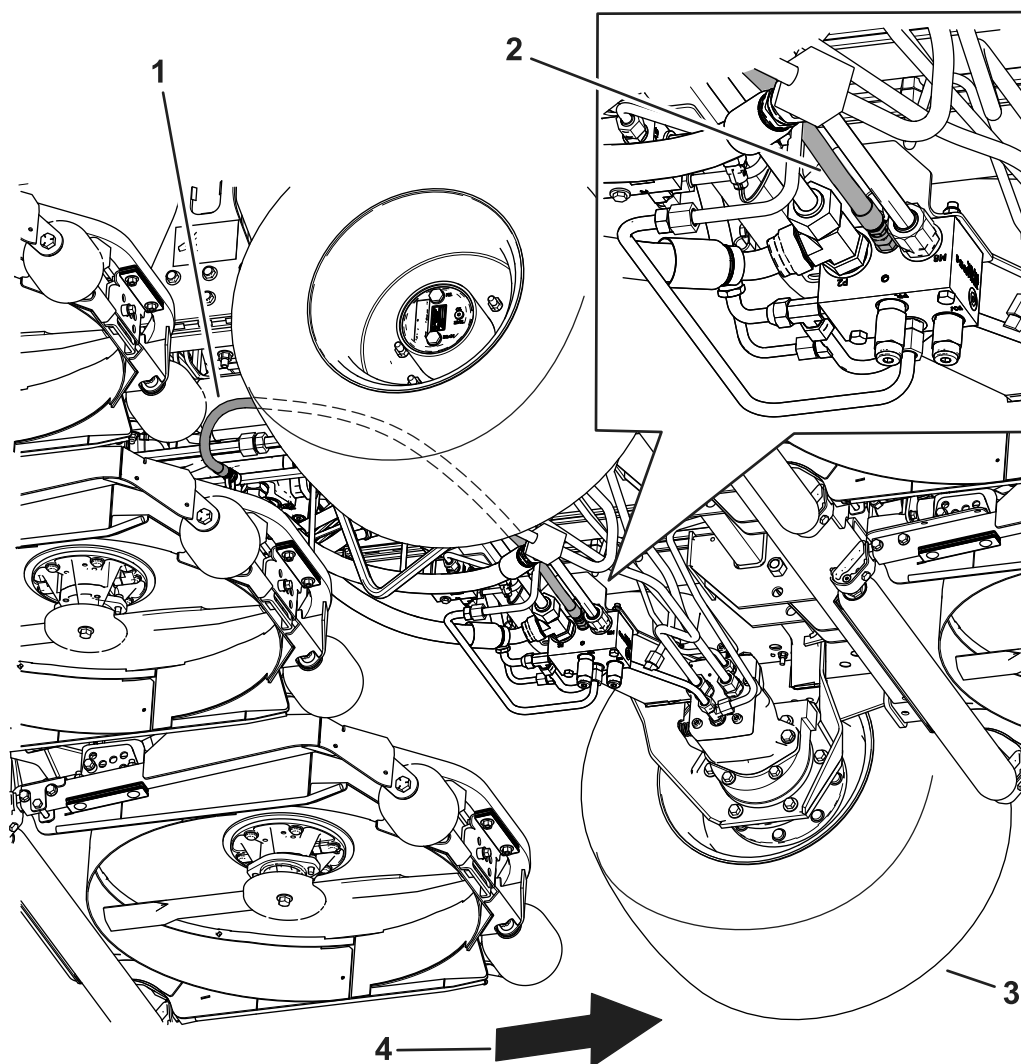

Figura 3
3. Retire el tapón del puerto en el colector de tracción trasera (Figura 3). Deseche el tapón.
5. Instale la manguera en el colector de tracción trasera, entre los puertos M8 y P2, tal y como se muestra en la Figura 3.